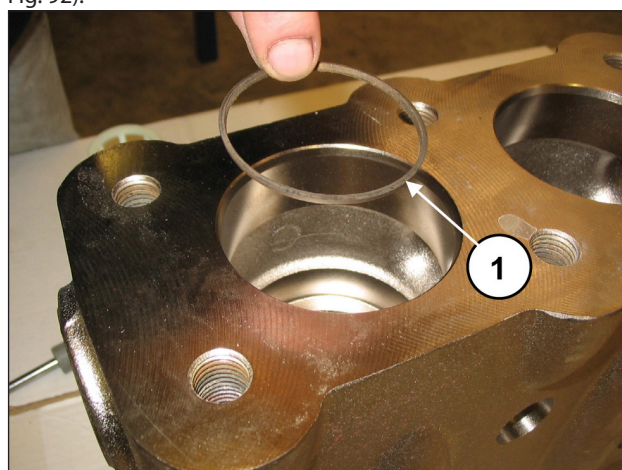

Fig. 92
Insérer la bague anti-extrusion, rep. vue éclatée 4 (rep. ①, Fig. 92).